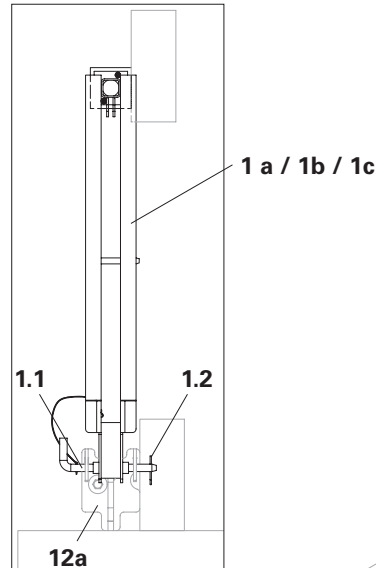
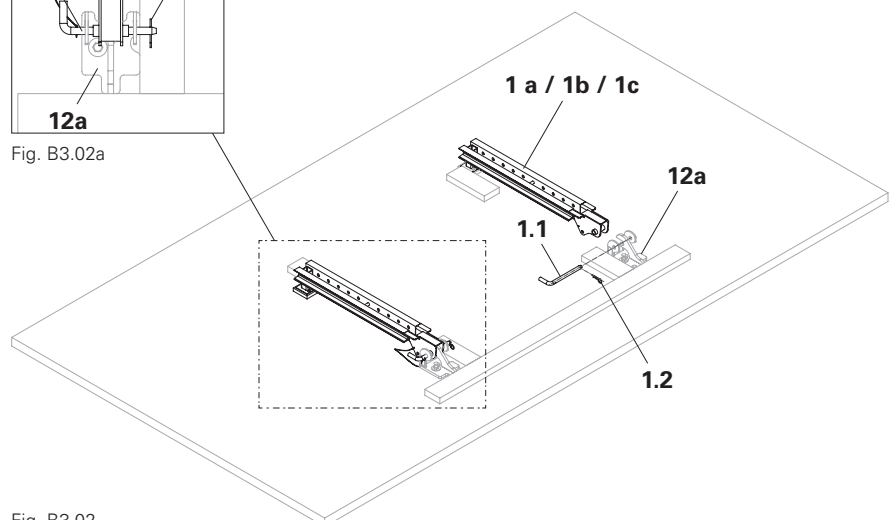

Fig. B3.02a
Fig. B3.02
(Fig. B3.02 + Fig. B3.02a)
1. Montare il montante mensola VGK (**1b / 1c**) con perno di bloccaggio Ø20x260 mm (**1.1**) nella testa di sospensione VGK Flex (**12a**), allineare e bloccare con inserto a molla 4/1 (**1.2**). (Fig. B3.02 + Fig. B3.02a)